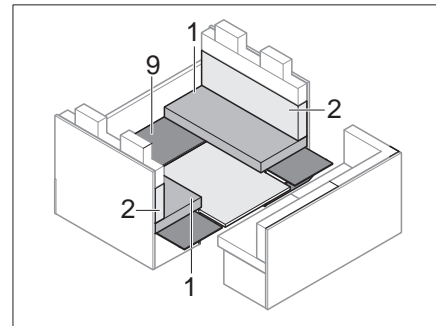

Bild 151 Während des Umbaus
- Unterbau (Bild 151,9) wieder auflegen.